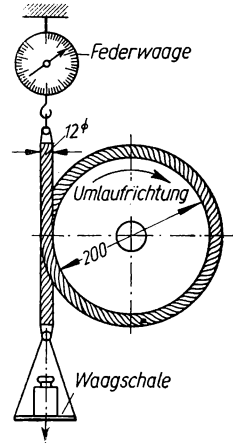

Bild 276
**420.** Die Leistung eines Elektromotors wurde mittels einer Seilbremse nach Bild 276 gemessen. Das 12 mm dicke Hanfseil ist einmal um die Riemenscheibe des Motors herumgeschlungen. Die Federwaage am festen Seilende zeigte 2,3 kg; die Waagschalenbelastung am freien Seilende betrug einschließlich Eigengewichts der Schale 18,7 kg; die Drehzahl  $n = 1400$  U/min; der Scheibendurchmesser 200 mm. Die elektrischen Meßinstrumente gaben die aus dem Leitungsnetze entnommene Leistung zu 3,17 kW an (Aufgabe 108 d). Zu berechnen ist a) die Bremskonstante; b) die Bremskraft, bezogen auf den Umfang der Scheibe; c) die abgebremste Nutzleistung; d) die aus dem Netze entnommene aufgewandte Leistung in PS; e) der Wirkungsgrad des Motors.